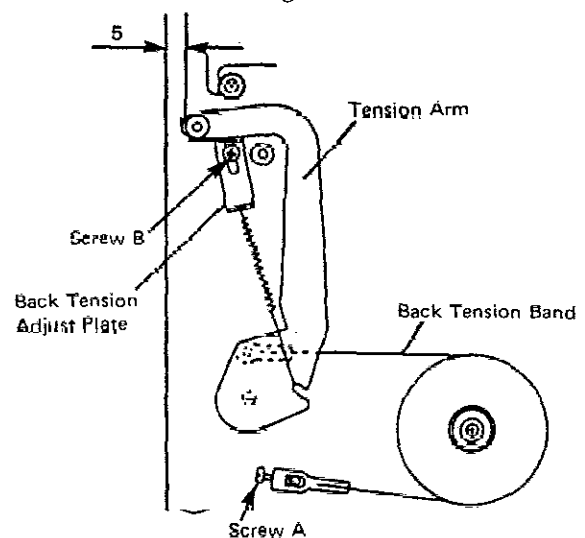

Fig. 13
1) Tension arm POSITION (Fig. 13)
2) Back tension (Fig. 13)